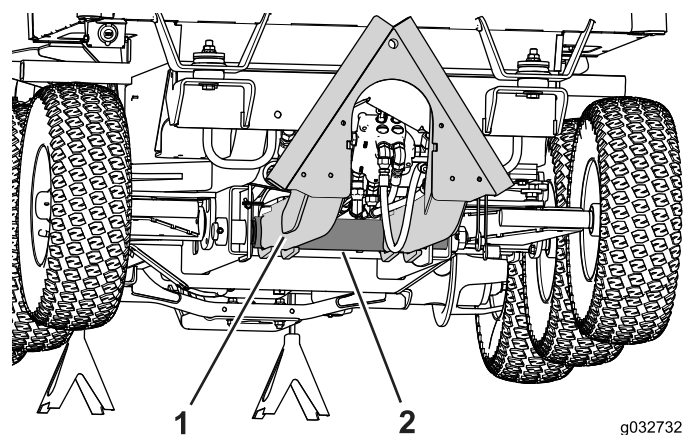

図 87
3. 冬用フレームのアタッチメントアーム用のピボットポイントを探し出す 図 87。